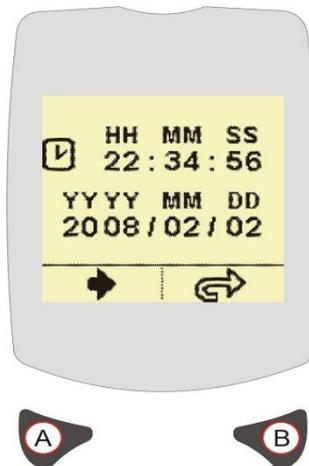

Abbildung 13 Uhrzeit und Datum einstellen
Sobald Sie auf diese Anzeige zugreifen (siehe Abbildung 13), wird HH (Stunden) markiert. Drücken Sie die rechte Taste (B), um die Stunde einzustellen. Drücken Sie die linke Taste (A), um auf MM (Minuten) zu gehen. Drücken Sie die rechte Taste (B), um die Minuten einzustellen. Drücken Sie die linke Taste (A), um auf SS (Sekunden) zu gehen. Drücken Sie die rechte Taste (B), um die Sekunden einzustellen. Benutzen Sie die Tasten (A und B) in der gleichen Reihenfolge, um das Datum einzustellen.